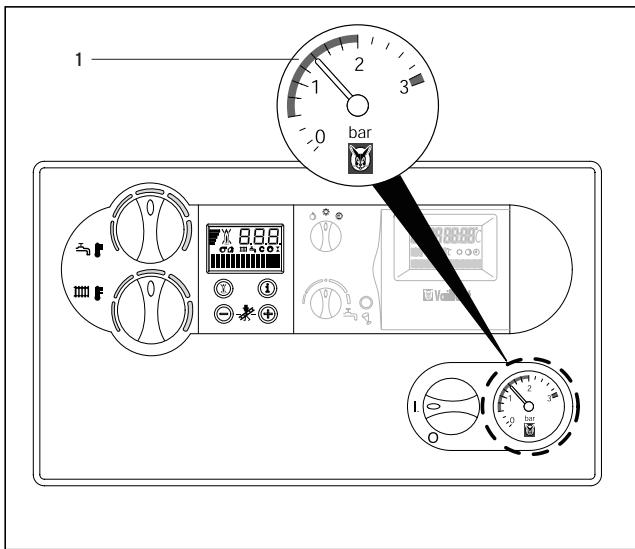

Fig. 3.14 Fylle apparatet/varmeanlegget
Ved påfylling og etterfylling av varmeanlegget kan du vanligvis bruke ledningsvann. I unntakstilfeller finnes det vannkvalitet som under visse omstendigheter ikke er egnet til å fylles på varmeanlegget (svært korrosivt eller svært kalkholdig vann). Henvend deg til din forhandler. Bruk ingen tilsetningsmidler til vannproduksjonen. For å oppnå feilfri drift av varmeanlegget skal, når anlegget er kaldt, viseren på manometeret (1) stå i området mellom 1,0 og 2,0 bar fylltrykk (fig. 3.14). Hvis viseren står under 0,8 bar, må man etterfylle tilsvarende med vann.